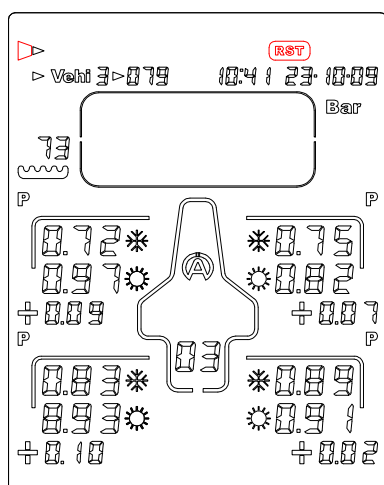

Ilustración 14
- 1) Seleccione el icono « **RST** » (ilustración 14) utilizando los botones .